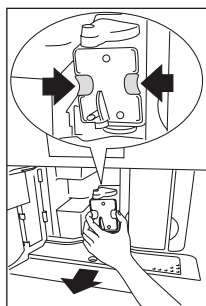

Abb.39
- ▶ Drücken Sie die beiden roten Entriegelungstasten nach innen und ziehen Sie gleichzeitig die Brühgruppe heraus. (Abb. 39).